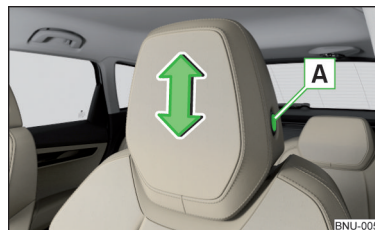

Abb. 96
- › Zur **Höheneinstellung** die Sicherungstaste **A** halten und die Stütze in die gewünschte Richtung verschieben » **Abb. 96**.